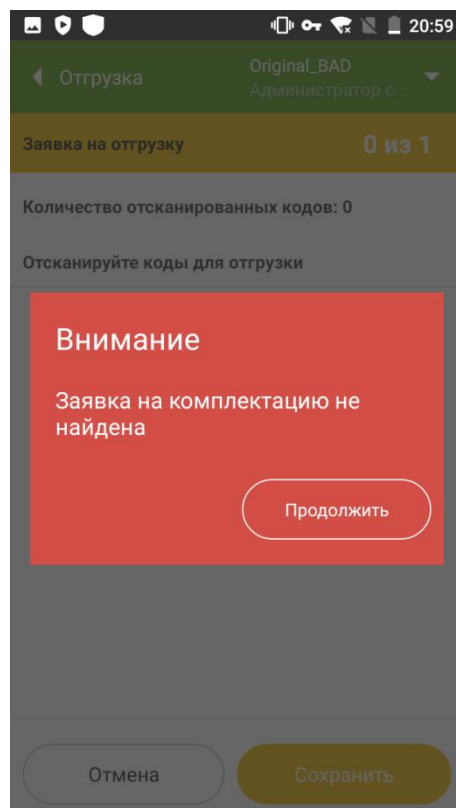

Рисунок 8.16
2.1.2. Если отсканированный код не найден в комплектации, указанной при формировании сопроводительного документа, появится системное предупреждение «Заявка на комплектацию не найдена» (Рисунок 8.16). Нажать «Продолжить». Перейти на шаг 2.1.
2.1.4. Если в сопроводительном документе не была указана комплектация, появится системное предупреждение «Заявка на комплектацию не найдена» (Рисунок 8.16). Нажать «Продолжить». Отсканированный код будет добавлен в список отгрузки.